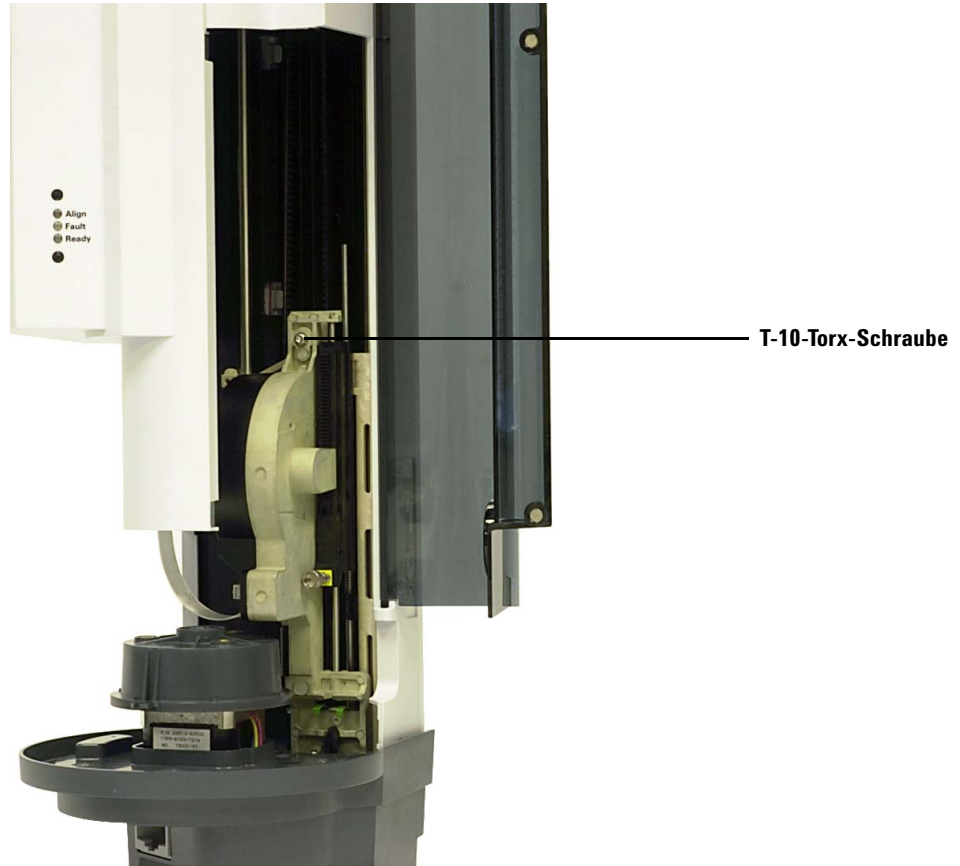

Abb. 103 Entfernen der T-10-Torx-Schraube oben an der Spritzenträgerbaugruppe
- 7 Lösen und entfernen Sie die T-10-Torx-Schraube oben an der Spritzenträgerbaugruppe vollständig (Abb. 103).